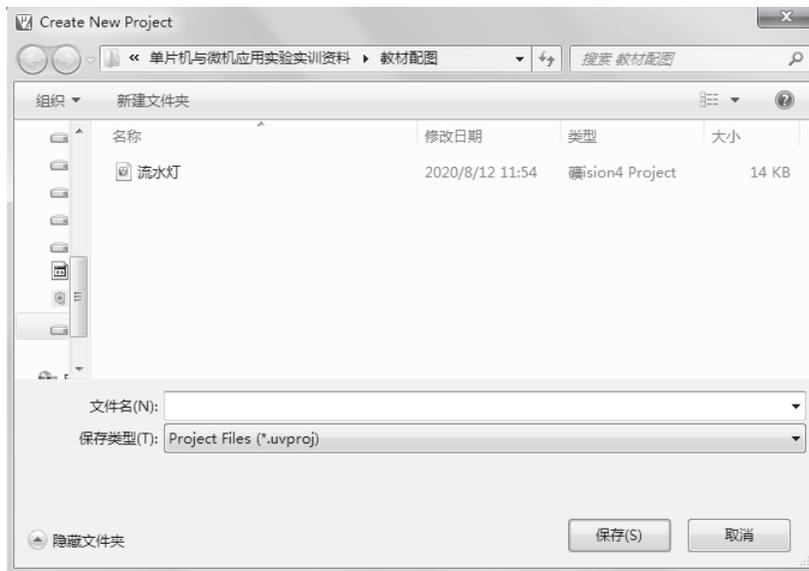

图 1.10 “Create New Project” 窗口
(2) 单击“新建  $\mu$ Vision 工程”（New Project）选项后，就会弹出“Create New Project”窗口，如图 1.10 所示。在“文件名 (N)”中输入一个工程的名称，保存后的文件扩展名为“.uvproj”，即工程文件的扩展名，以后直接单击此文件就可打开先前建立的工程。